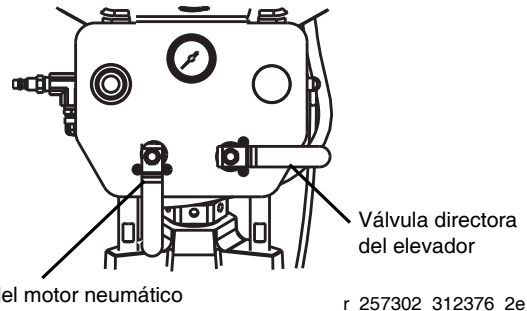

FIG. 7: Panel de control de aire L20c
3. **Para los controles de aire L20c:** Consulte FIG. 7.